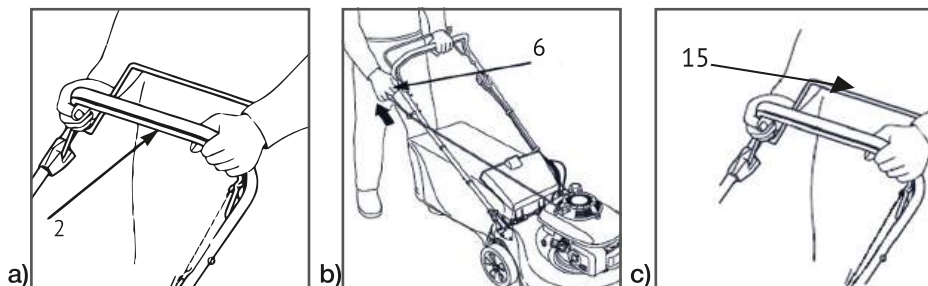

рис. 7
6. Нажмите и удерживайте рычаг остановки двигателя (2). Рис. 7а.
7. Подтяните ручку стартера (6) до момента, когда почувствуете сопротивление и резко потяните ее для запуска двигателя. Не бросайте ручку стартера (6) после запуска, а плавно отпустите ее. Если двигатель не запускается, повторите процедуру 2-3 раза. Рис. 7б.
11. Нажмите и удерживайте рычаг привода колес (15) (для моделей BGL-445S/BGL-645S/BGL-745S/BGL-755S/BGL-758SE), газонокосилка начнет движение. Рис. 7с.